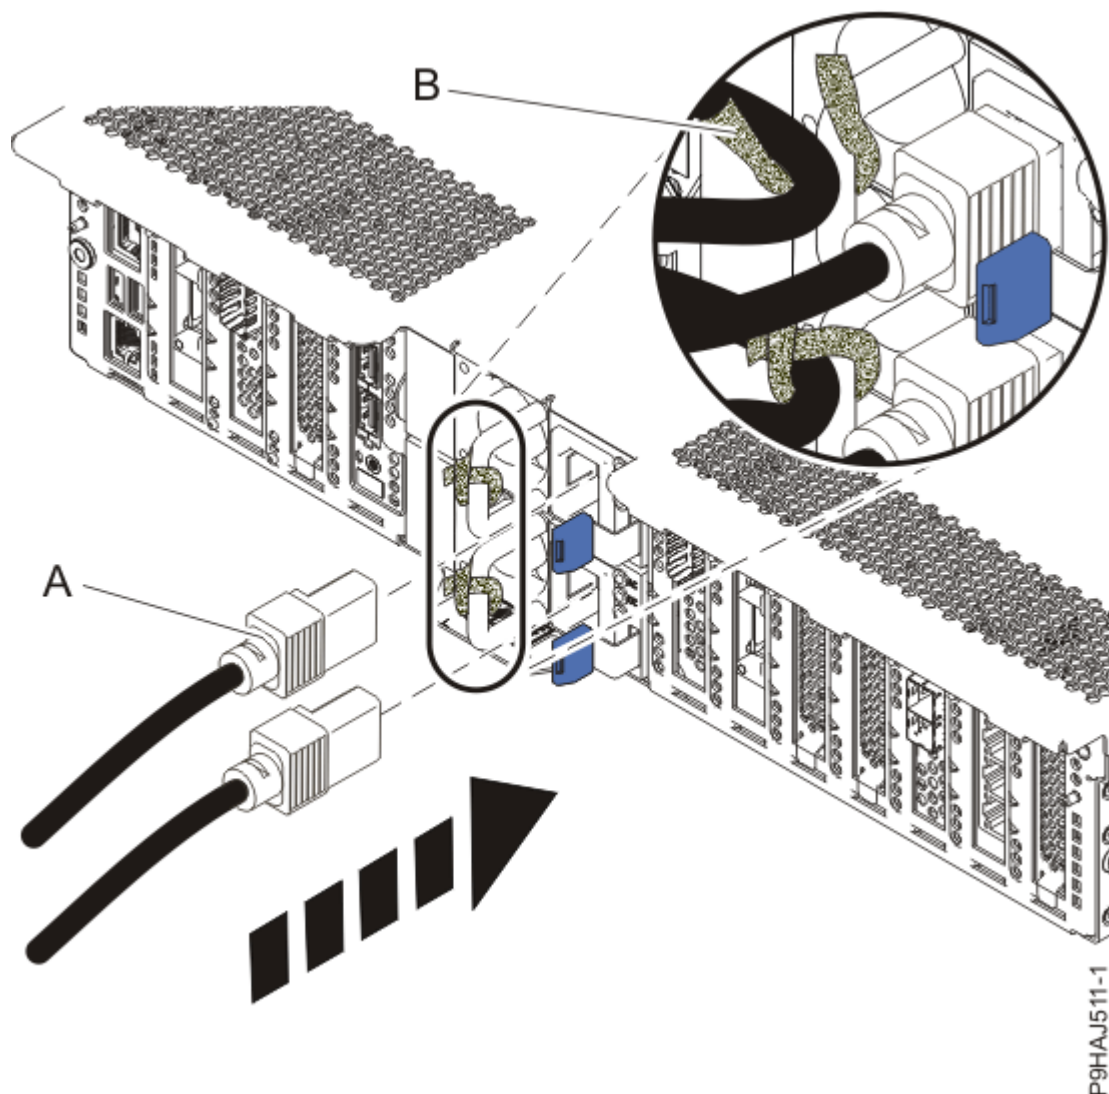

Figura 30. Conexión de los cables de alimentación
9. Utilizando las etiquetas, vuelva a conectar los cables de alimentación **(A)** a la unidad del sistema. Sujete los cables de alimentación al sistema utilizando el cierre velcro **(B)** como se muestra en la Figura 30 en la página 48.